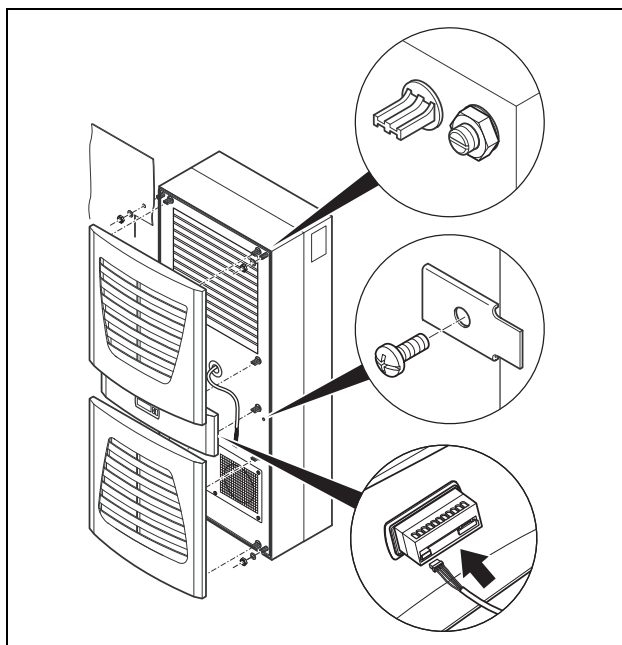

Fig. 18 : fixer le climatiseur
- Effectuer éventuellement une fixation supplémentaire en utilisant les tôles de fixation jointes à la livraison (voir fig. 18).